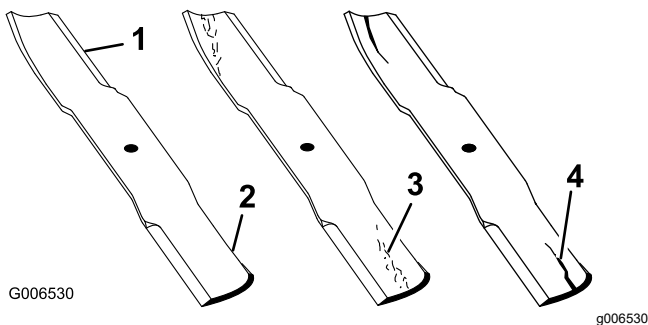

Figure 78
1. Examinez le tranchant des lames (Figure 78).
4. Remplacez immédiatement toute lame fendue, usée ou qui présente une entaille sur cette partie (Figure 78).